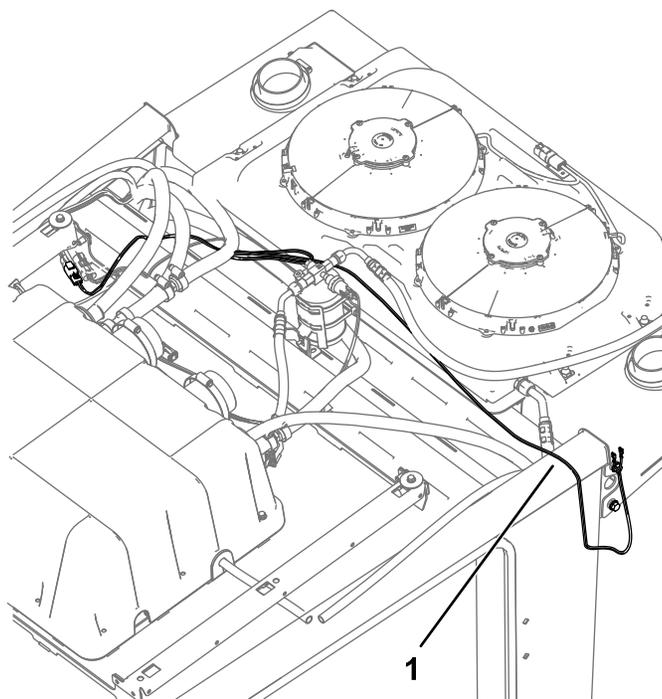

Figura 3
3. Instradate il cablaggio preassemblato della luce di segnalazione e i connettori come illustrato nella Figura 3.